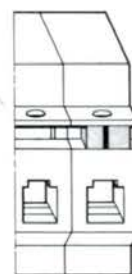

fig. 2
- rapprocher les deux appareils, l'axe de liaison mécanique s'insère sans aucune manipulation particulière dans son logement (fig. 2).